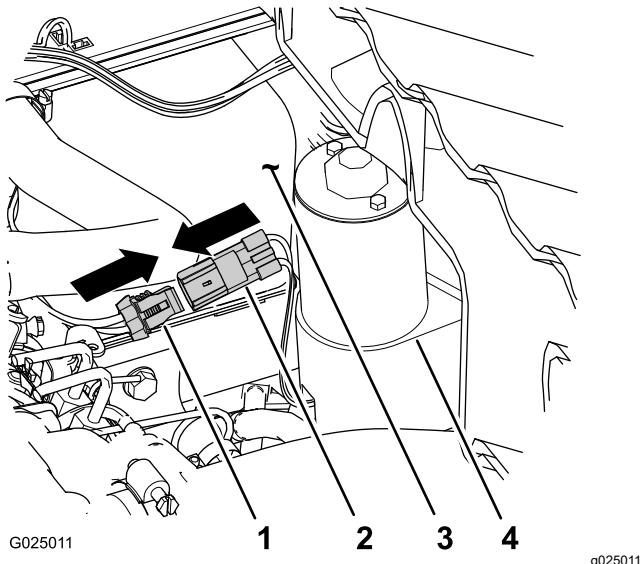

Figura 10
3. Conecte el conector hembra de 2 vías del arnés de cables trasero de la máquina al conector de 2 pinos del actuador del elevador (Figura 10).